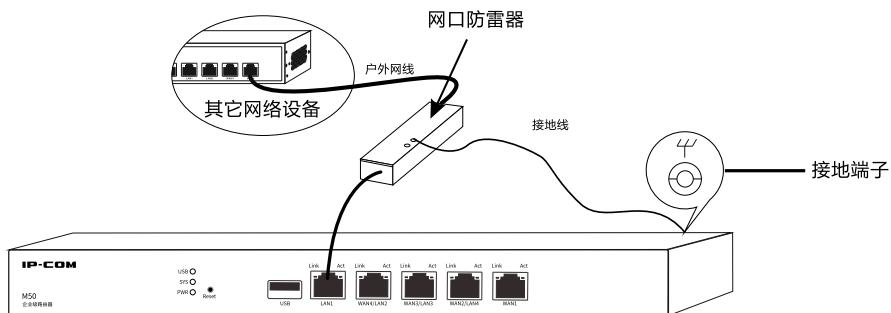

图 3-2 安装网口防雷器（以 M50 为例）
- 接口线缆是否都在室内走线，若有室外走线情况，请检查是否接了网口防雷器（连接方法如图 3-2）和交流电源避雷器。